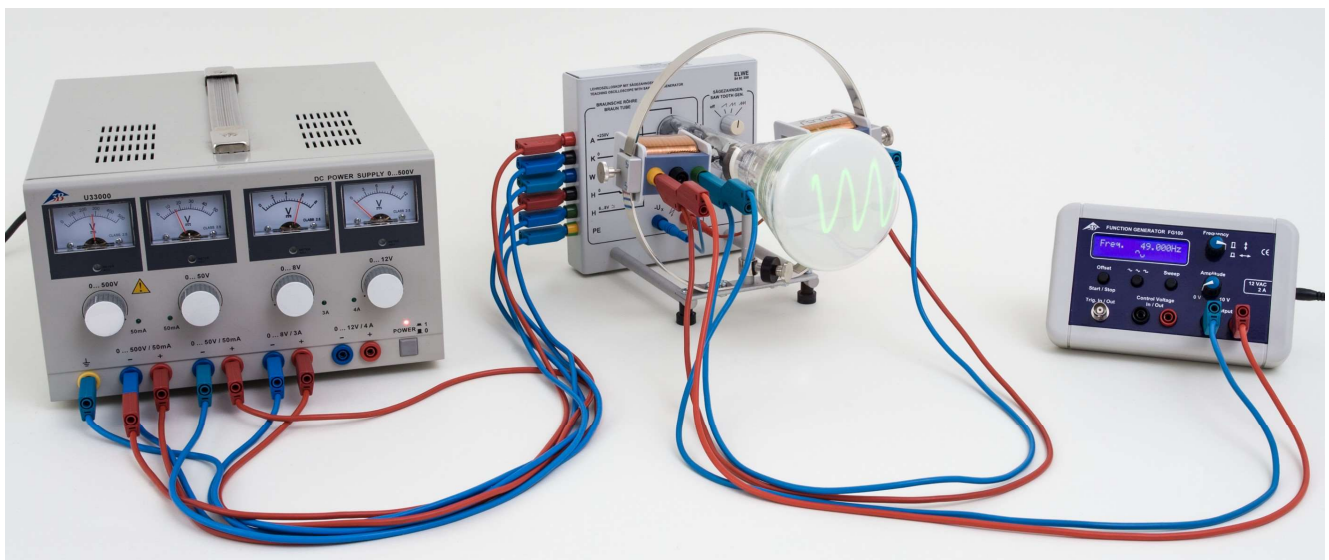

Fig. 1 : Agencement de la mesure.
- Una variación de la frecuencia en el generador de funciones hace necesario una adaptación de la frecuencia de los dientes de sierra en el tubo para obtener una representación de acuerdo con la Fig. 1.